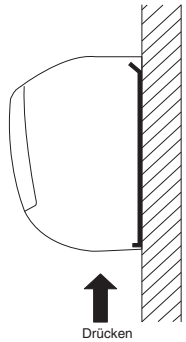

Abb. 3-103
- (3) Die zwei △-Kennzeichnungen am unteren Teil der Inneneinheit drücken und die Ansätze ausrasten lassen. Dann die Inneneinheit hochheben und abnehmen. (Abb. 3-103)